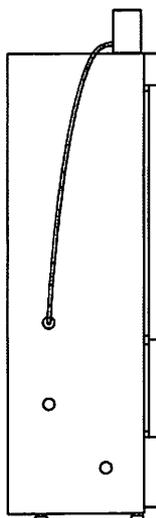

図3
3. 電球が現れますので、反時計方向に回しながらソケットから外します。(図 3)
3. 保冷库の左側面の測定孔キャップ(外側および庫内側)を外し、中の断熱材を取出します。その測定孔を通して記録計の感温部を保冷库内に通します。測定孔に断熱材を戻し、測定孔キャップでふたをします(外側および庫内側)。(図3)